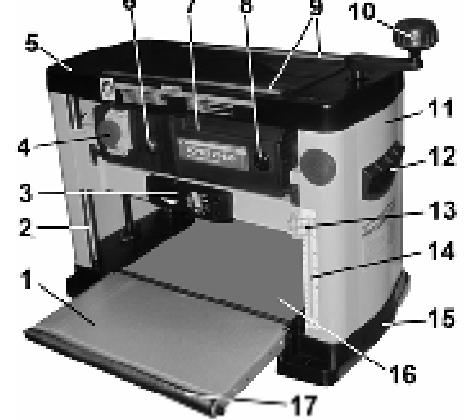

Рис. 2
11.1. Магнитный пускател и тепловой прерыватель, Рис. 2; 7.
11.2. Предварительное строгание, Рис. 2÷4.
Ручкой (10), Рис.2, по указателю (13) на шкале (14) установите положение, соответствующее максимально толстому участку заготовки, после чего установите глубину строгания.
11.2.3. Заготовку подавайте обработанной (фугованной) стороной вниз по поверхности рабочего стола (16) со стороны переднего удлинителя стола (1) до момента захвата заготовки протяжными роликами (автоматическая подача); по необходимости поддерживайте заготовку, не форсируя и не замедляя скорость прохождения заготовки, Рис.2.
11.3. Регулировка размера строгания и установка указателя шкалы, Рис. 2; 8÷10.
11.4. Чистовое строгание и дополнительные операции (Рис. 2)
На верхнем кожухе машины для облегчения возврата предварительно обработанной заготовки на исходную позицию для повторного прогона предусмотрены дополнительные съёмные металлические ролики (9), Рис.2.